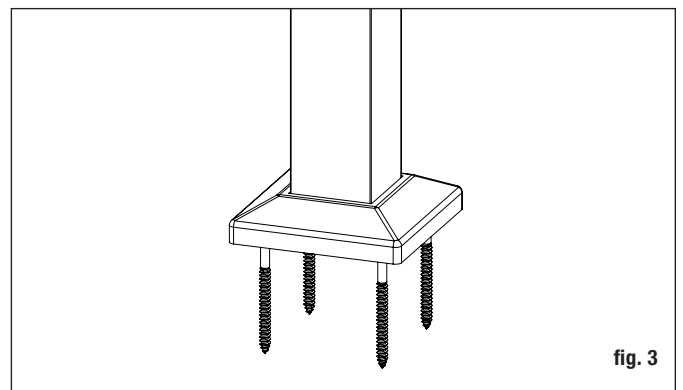

fig. 3
**ALTO: Asegúrese de que el faldón del poste esté instalado antes de continuar (fig. 3).**